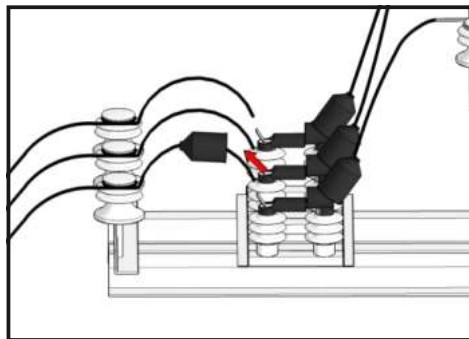

Рис. 51.
11.3.3. Продеть свободный конец шлейфа сквозь отверстие ПЗУ-6-10кВ-ТРК-НГ (Рис. 51).